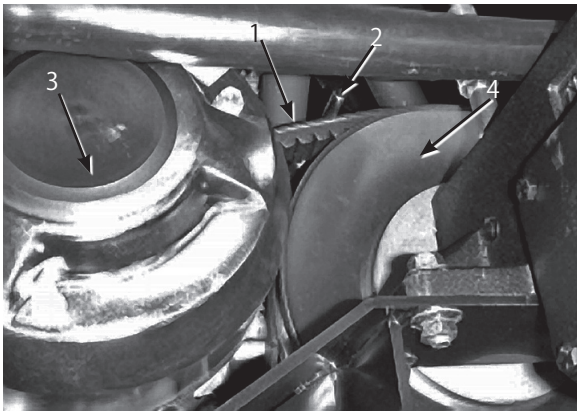

図53
1. 二次クラッチを回しながら二次クラッチ部分でベルトを外す (図53)。
2. 一次クラッチからベルトを外す (図53)。
3. 新しいベルトを一次クラッチに掛ける (図53)。
4. 二次クラッチを回しながら二次クラッチにベルトを掛ける (図53)。